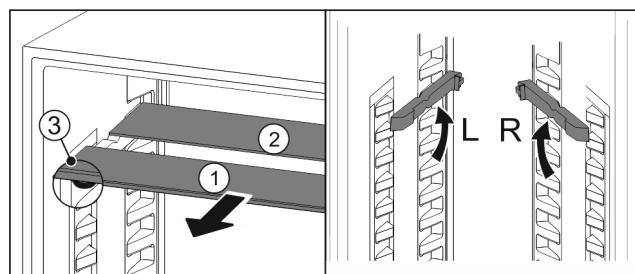

Fig. 46
- Extrageți Fig. 46 (1) pe rând plăcile de sticlă spre înație.
- Placa de sticlă Fig. 46 (1) cu șipca decorativă se află în față.
- Opritoarele Fig. 46 (3) indică în jos.